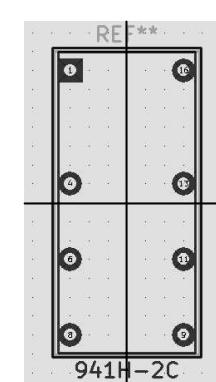

図 14-6
## (5) 外形線等の描画 右図 14-6
① グリッドを 0.1000mm(3.94mils) にします。
② 図形ラインを全部削除します。ショートカット[Del]
③ 右ツールバー 「図形ライン（またはポリゴン）を追加」を選択します。
④ レイヤー F.Fab を選択します。（部品実寸）
⑤ 次の座標を 4 隅とする四角形を描きます。 (dx,dy)